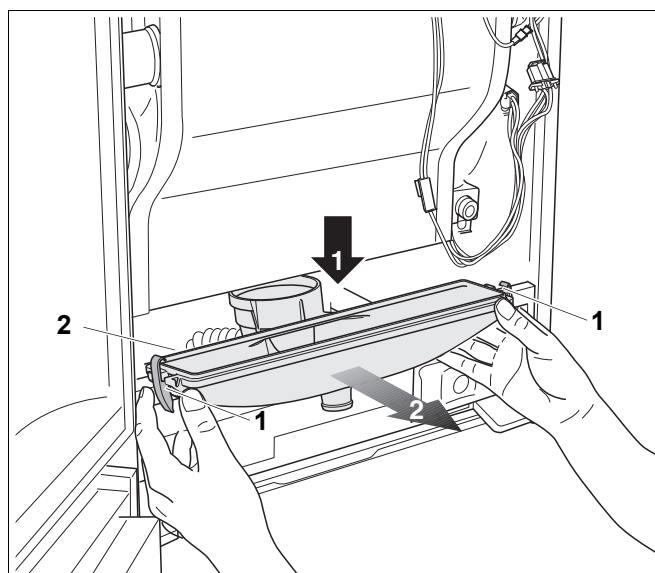

Bild 119 Ta bort kondenstråget
- Öppna de 2 klamrarna till vänster och till höger nedtill på kondenstråget (bild 119, pos. 1).
- Dra kondenstråget nedåt (bild 119, steg 1) och ta bort det framåt (bild 119, steg 2).
- Kontrollera att tätningen mellan kondenstråget och värmeväxlaren (bild 119, pos. 2) inte är skadad och byt ut den om det behövs.